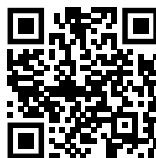

Fig. 110
- ▶ Öffnen Sie das [Liebherr SmartMonitoring Dashboard](https://smartmonitoring.liebherr.com). (siehe Fig. 110)